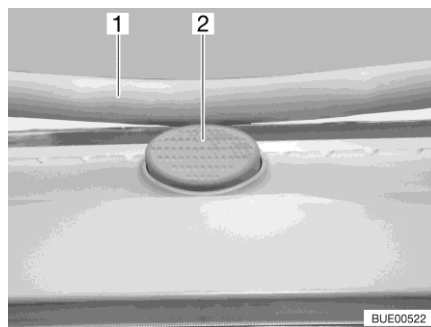

Fig. 28 Bottone di sicurezza (oblò inclinabile)
- Premere il bottone di sicurezza (Fig. 28,2) e tirare verso il basso la staffa (Fig. 28,1) con entrambe le mani.
- Premere la staffa verso l'alto con ambedue le mani, finché la staffa non poggia al di sopra del bottone di sicurezza (Fig. 28,2).